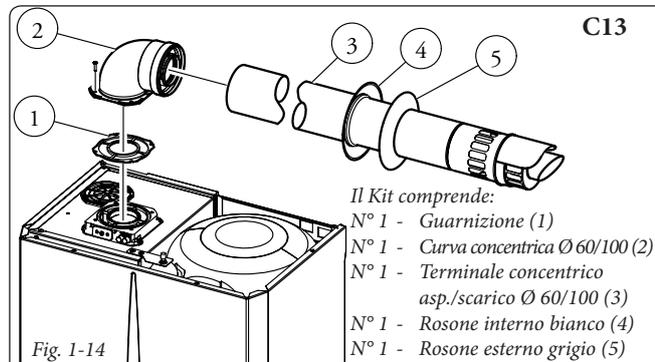

Fig. 1-14
chetto ed una curva concentrica ad innesto in modo da garantire lo spazio utile per effettuare le prove richieste dalla legge all'atto della prima messa in servizio (Fig. 1-14 ÷ 1-15).
Kit orizzontali di aspirazione - scarico Ø 60/100. Montaggio kit (Fig. 1-14): Installare la curva con flangia (2) sul foro più interno della caldaia interponendo la guarnizione (1) (*che non necessita di lubrificazione*) posizionandola con le sporgenze circolari verso il basso a contatto con la flangia di caldaia e serrare con le viti presenti nel kit. Innestare il tubo terminale concentrico Ø 60/100 (3) con lato maschio (liscio), nel lato femmina della curva (2) sino a portarlo in battuta, accertandosi di avere già inserito il relativo rosone interno ed esterno, in questo modo si otterrà la tenuta e la giunzione degli elementi che compongono il kit.